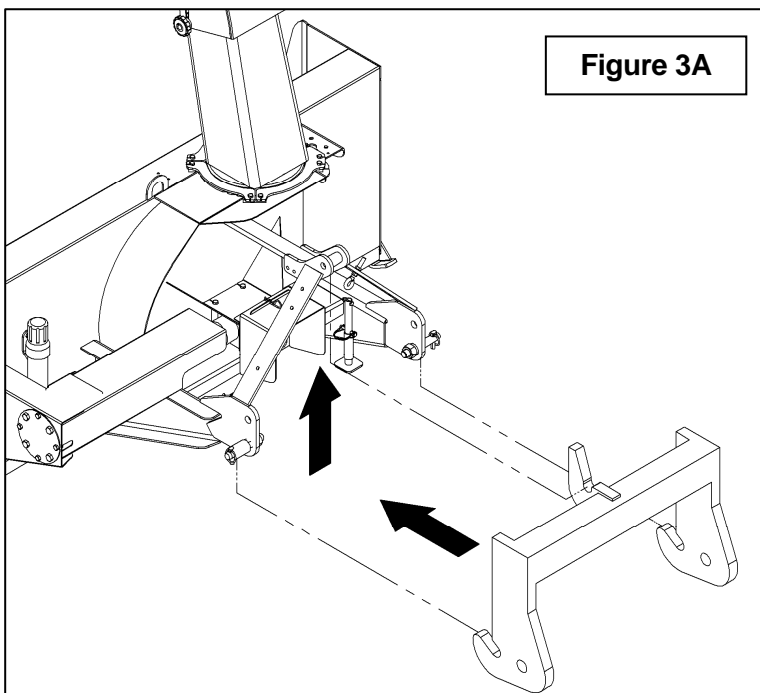

Figure 3A
7. **Figure 3A:** S'assurer que les loquets de l'attache rapide sont bien fermés. Descendre le 3 points pour que les crochets de l'attache rapide soient plus bas que les goupilles d'attache sur la souffleuse. Reculer le tracteur lentement jusqu'à ce que les crochets soient en dessous des goupilles d'attache de la souffleuse. Relever ensuite le 3 points jusqu'à les loquets de l'attache rapide se referment sur les goupilles d'attache de la souffleuse pour verrouiller le système.